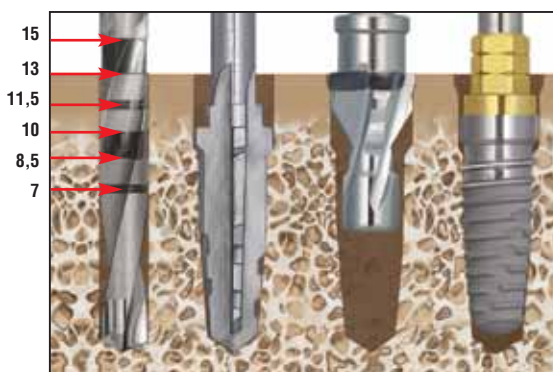

Figura 2.
**Una sovrappreparazione** del sito dal punto di vista della profondità e il successivo posizionamento dell'impianto in posizione troppo crestale rispetto al sito preparato possono avere come risultato la presenza di uno spazio conico vuoto attorno alla porzione apicale e coronale dell'impianto conico, con un impegno minimo delle spire dell'osso (Figura 2. Posizionamento sottocrestale sovrappreparato). La conseguenza di ciò può essere una riduzione del contatto tra impianto e osteotomia. In questo caso il contatto tra l'impianto e l'alveolo osseo si verificherà solo nella porzione a pareti parallele dell'impianto, con conseguente riduzione della stabilità.